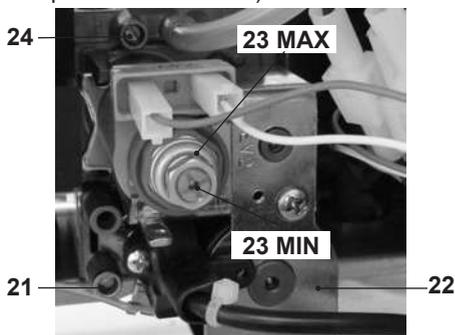

Fig. 7.10
- Confrontare il valore di pressione misurato con quello indicato nelle tabelle "Pressione gas massima al bruciatore" Fig. 7.11 e Fig. 7.12. Per tarare la pressione al bruciatore agire sul dado esagonale grande in ottone dell'operatore modulante 23 MAX in Fig. 7.10 (ruotando in senso orario la pressione aumenta).
e Fig. 7.16. Per tarare la pressione al bruciatore agire sulla vite in plastica (23 MIN. in Fig. 7.10) tenendo fermo il dado esagonale in ottone grande (23 MAX. in Fig. 7.10) dell'operatore modulante (ruotando in senso orario la pressione aumenta).
- **Chiudere molto bene la presa di pressione 24 in Fig. 7.10.**
- Aprire la presa di pressione in Fig. 7.10 e collegare un manometro.
- Chiudere bene la presa di pressione 24 indicata in Fig. 7.10.